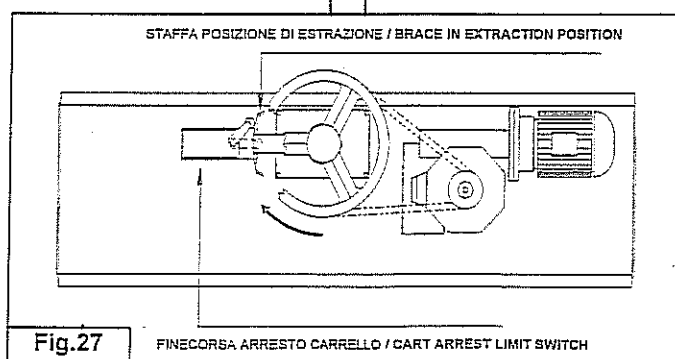

Fig.27
-Verificare, ed eventualmente correggere attraverso l'apposita staffa fissata al sistema di traino (Fig.27) l'arresto del carrello in posizione di sgancio-estrazione.
- Check the cart arrest in the unhooking and unloading position and correct it if necessary using the brace secured to the movement system (Fig. 27) (ONLY FOR